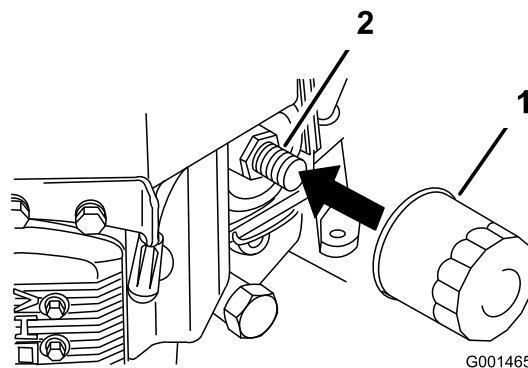

Figure 25
2. Retirez le filtre usagé (Figure 25).
3. Appliquez un mince film d'huile neuve sur le joint en caoutchouc du filtre de rechange (Figure 25).
4. Posez le filtre à huile de rechange sur l'adaptateur, tournez le filtre dans le sens horaire jusqu'à ce que le joint en caoutchouc touche l'adaptateur, puis serrez le filtre de 3/4 de tour supplémentaire (Figure 25).